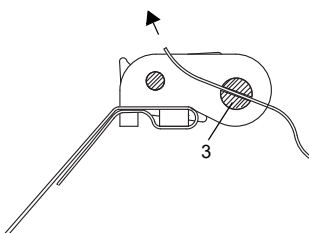

Рис. 8.41: Храповой замок со стальной лентой
- Протяните длинный конец стальной ленты через деталь 3 храпового замка (смотри Рис. 8.41).